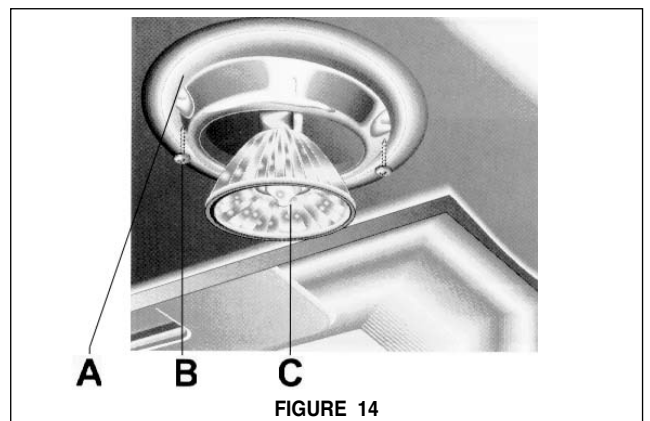

FIGURE 14
Avant de commencer, s'assurer que la hotte est hors circuit et que les autres ampoules ne sont pas chaudes. Les ampoules halogènes sont extrêmement chaudes lorsqu'elles sont allumées et tout contact peut causer des blessures graves. Pour remplacer l'ampoule, la bague (A) autour de l'ampoule (C) doit être retirée, tel qu'il est indiqué à la **FIGURE 14**. La bague (A) est fixée par deux vis (B). Retirer les deux vis et la bague, puis retirer l'ampoule et la remplacer par une nouvelle ampoule. Dès que l'ampoule est en place, remplacer la bague.